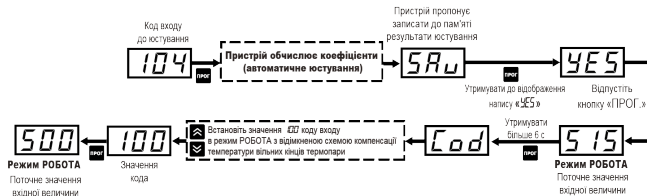

Рисунок 8.6 – Послідовність дій при юстуванні схеми пристрою з терморпарою
4. Не менш ніж через 15 – 20 с після вмикання живлення зробити юстування пристрою (див. *рисунок 8.6*). Юстування проводиться автоматично.